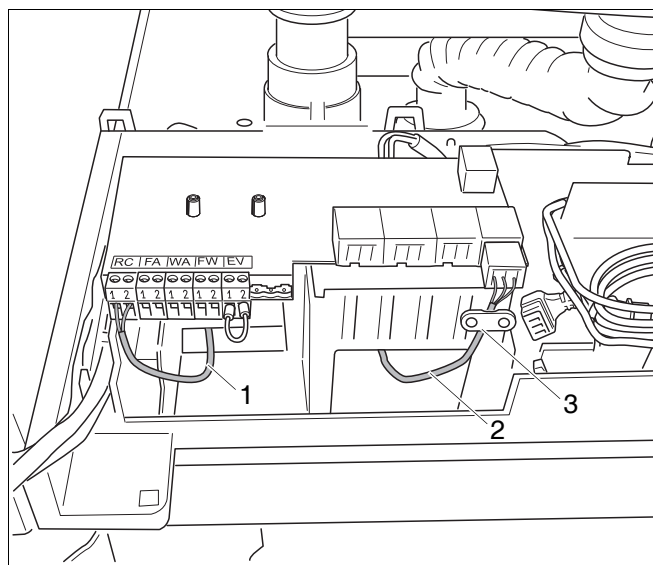

Fig. 22 Sistemazione dei cavi
- Far passare il cavo per il collegamento a bassa tensione attraverso il foro del lato sinistro (fig. 22, pos. 1).
- Far passare il cavo per il collegamento a 230 V attraverso il foro sul lato destro (fig. 22, pos. 2).
- Fissare il cavo per il collegamento a 230 V con l'aiuto dei passacavi (fig. 22, pos. 3).